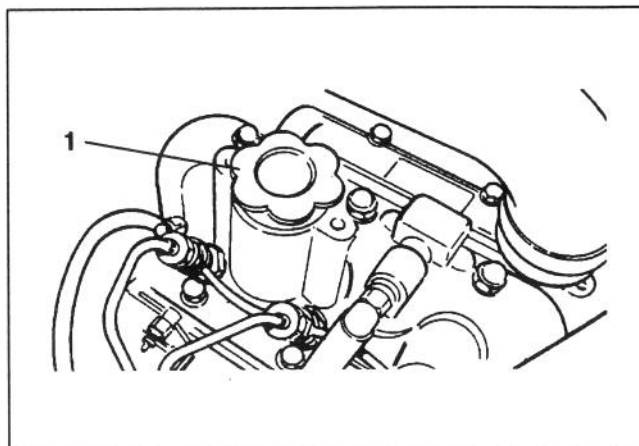

Figure 2
3. Si le niveau d'huile est bas, retirer le bouchon de remplissage (Fig. 2) et ajouter de l'huile petit à petit en vérifiant régulièrement le niveau, jusqu'à ce qu'il atteigne la marque FULL sur la jauge.